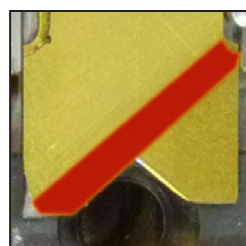

Bild 8.2 Einbaurichtung Abisoliermesser
- ▶ Entfernen Sie die Schrauben (1).
- ▶ Wechseln Sie die Abisoliermesser (2).
- ▶ Legen Sie jedes Klinsenpaar so zusammen, dass die abgeschrägten Kanten nach außen zeigen (s. Bild 8.2).